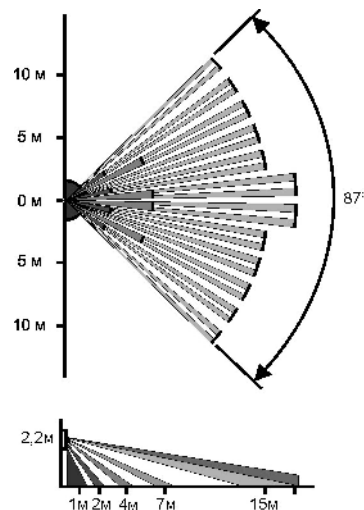

Рис. 3 Диаграмма зоны обнаружения при наклоне основания извещателя вперед на 12 градусов
- Широкоугольная линза, позволяющая создать зону обнаружения максимальной площади (см. рис. 3).